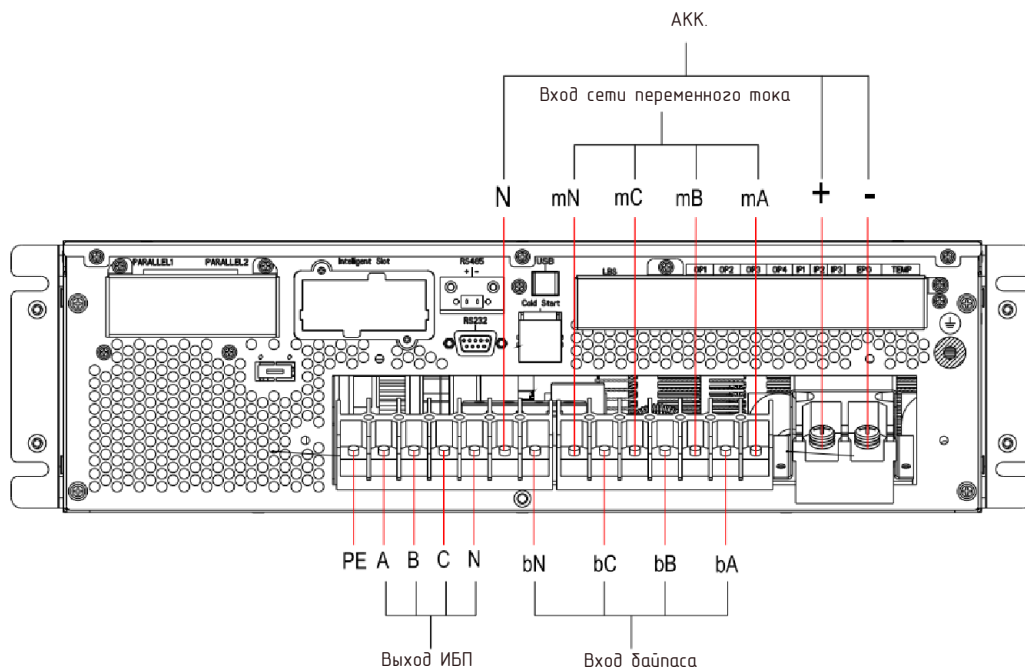

Рисунок 3-16. 3-фазный вход и 3-фазный выход, двойной вход
4. Подключить кабель защитного заземления (PE) к клемме PE, как показано на рис. 3-16.